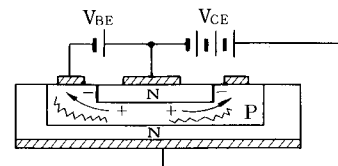

図7 ピンチ・イン効果
スイッチングレギュレータにおいては、蓄積時間  $t_{stg}$ , 下降時間  $t_f$  を短くする必要があるため、エミッタ・ベースジャンクションを図5の③のように強制的に逆バイアスするのが普通で、この意味において  $V_{CEX(SUS)}$  からなる安全動作領域が一番重要です。ここで逆バイアスが強いほどスイッチングタイムは短縮されますが、エミッタの中央部に順バイアスが片よってそこにコレクタ電流の集中する図7に示したピンチ・イン効果によって破壊しやすくなるため、逆バイアスの条件は、カタログの  $V_{CEX(SUS)}$  測定条件以下であることが必要です。